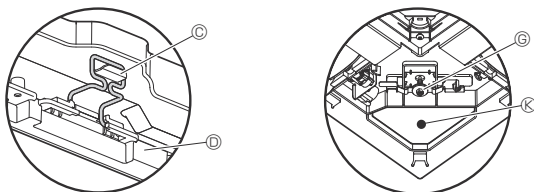

Fig. 9-7
- Når skruen er spændt, skal det kontrolleres, at de to gitterkroer (Fig. 9-7) har fat i kroene på hovedenheden.